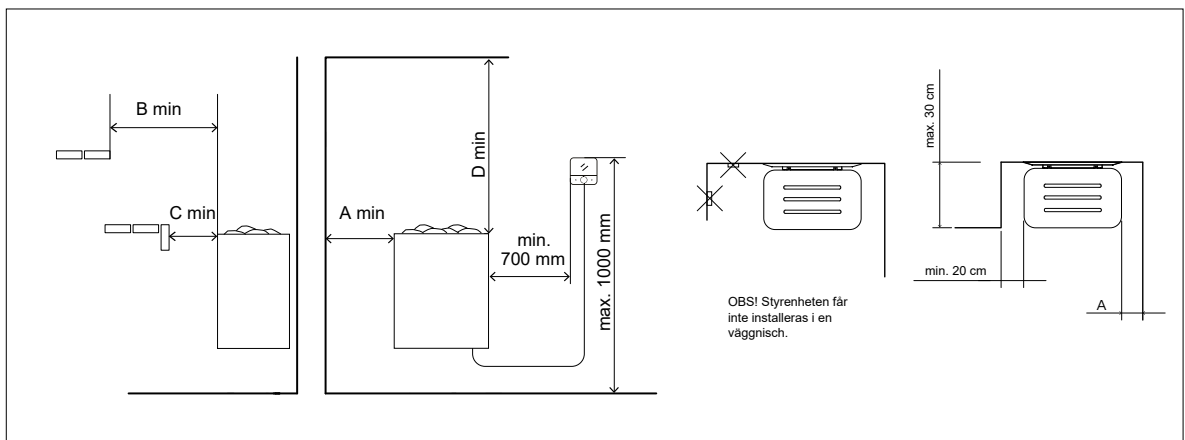

Bild 6.1-1. Minimisäkerhetsavstånd till aggregatet
Vid behov kan ett skyddsräcke byggas runt aggregatet. Vid planeringen ska man alltid följa de specificerade minimiavstånden till brännbara material enligt anvisningarna (bild 6.1-1, tabell 6.1-1). Felaktig installation innebär brandrisk.
- Kontrollera att installationsplatsens skyddsavstånd uppfyller kraven enligt tabell 6.1-1 och bild 6.1-1.
- Narvi NC 4,5–6 kW kan installeras i vägg-nisch (respektera skyddsavstånd enligt bild 6.1-1).
- Styrpanelen får inte installeras på platser där temperaturen överstiger den maximala temperaturen på 80° C. Om styrpanelen installeras i basturummet ska installationsplatsen vara minst på ett minimiskyddsavstånd (0,7 m) från bastuaggregatet och högst en meter (1 m) från golvet (bild 6.1-1).